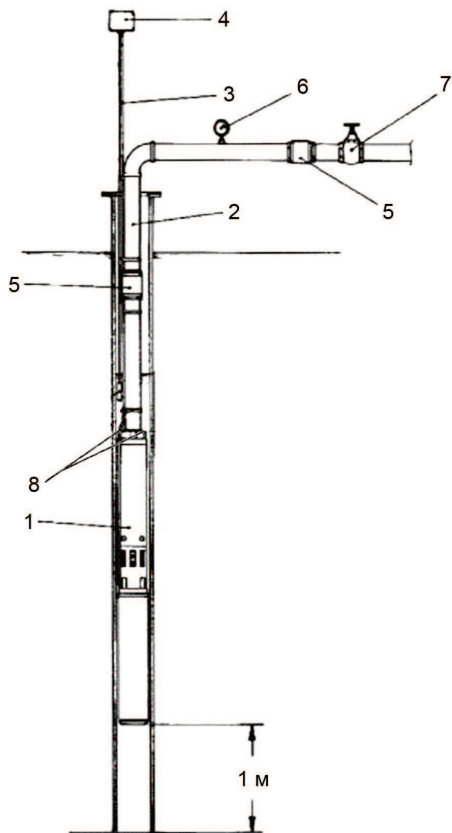

Рис. 2
6.11 Рекомендуемая схема установки насоса представлена на рис. 2